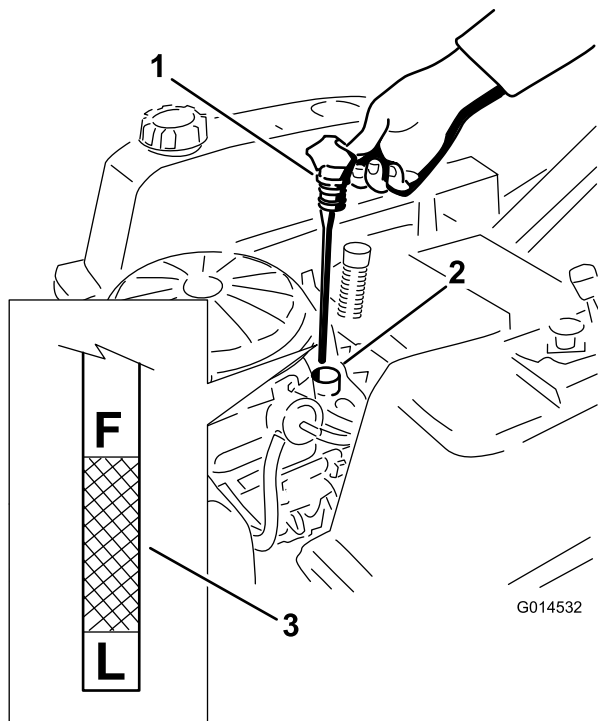

Figura 30
4. Tirate e rimuovete il tappo dell'olio/l'asta di livello; rimuovete l'olio. Reinserite l'asta di livello e premete con forza in sede (Figura 30).
5. Rimuovete l'asta e controllate il livello dell'olio. (Figura 30).
- Girate la valvola di spurgo di 1/4 di giro in senso antiorario per aprirla e lasciate defluire l'olio (Figura 32). Togliete il tappo/asta del rabbocco dell'olio (Figura 30).
- Versate lentamente nel tubo di rifornimento (Figura 30) l'80% circa dell'olio indicato.
- Montate il tappo dell'olio e l'asta di livello e spingete saldamente in sede (Figura 30).
- Controllate il livello dell'olio (Figura 30); vedere Controllo del livello dell'olio.